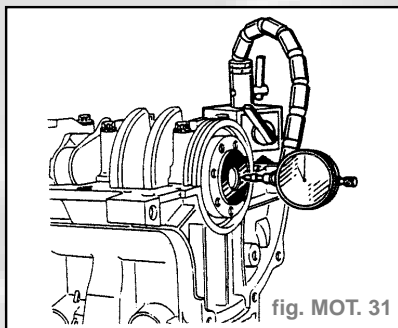

fig. MOT. 31
- Vérifier le jeu latéral du vilebrequin, il doit être compris entre **0,045** et **0,252 mm** sans usure et de **0,045** à **0,852 mm** avec usure (fig. MOT. 31).